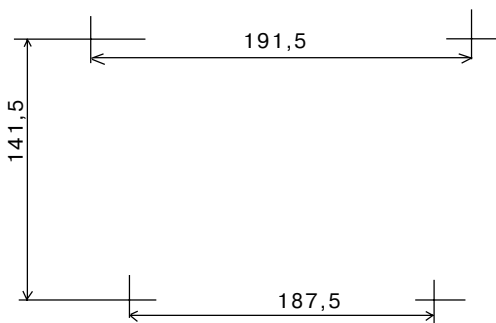

Рис. 13 Схема разметки для установки БРШС-А
- произведите разметку согласно чертежу, приведенному на рис. 13;